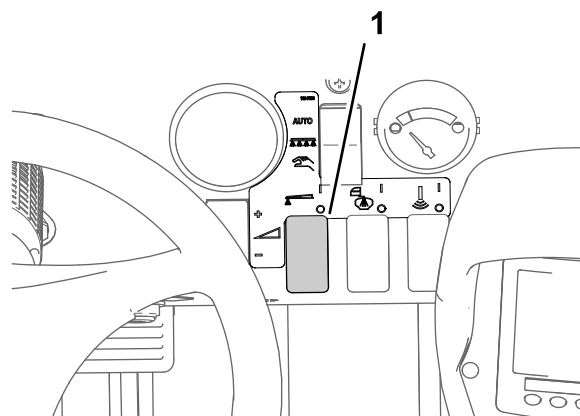

図 47
- 散布率スイッチで所望の散布水圧にセットする。水圧は本体に付属の資料、ノズル選定ガイドを参照。図 47